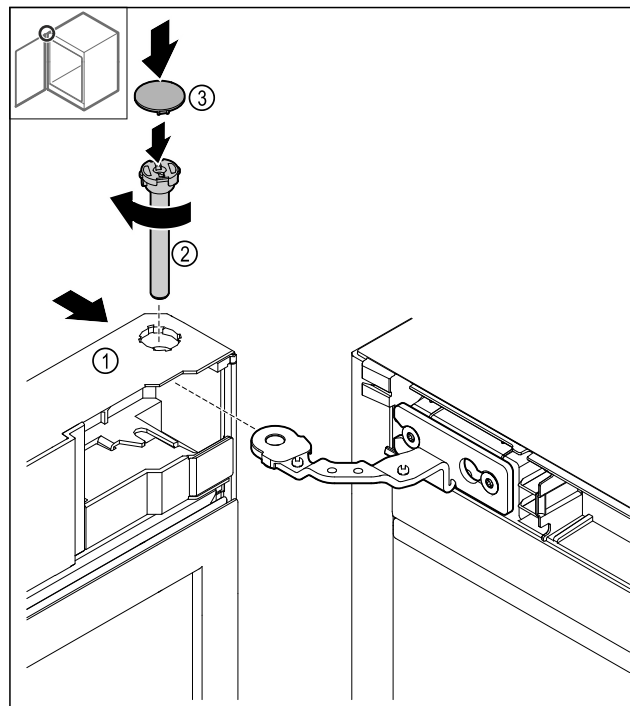

Fig. 47
- ▶ Установите дверь Fig. 47 (1) сверху на шарнир.
- ▶ Вставьте палец Fig. 47 (2) и закрутите его по часовой стрелке.
- ▶ Установите крышку Fig. 47 (4).